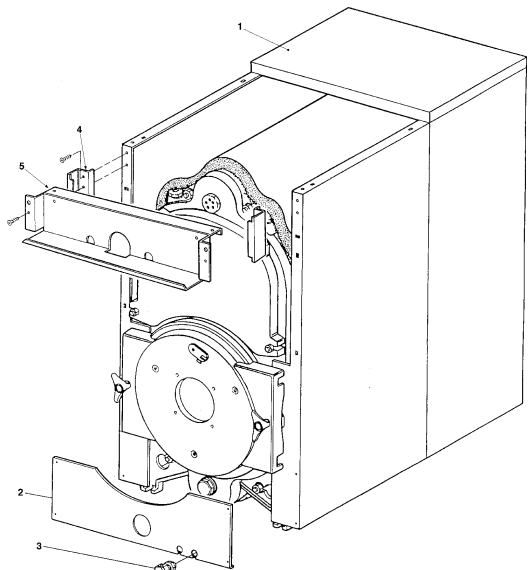

Рис. 16
4.13 (Рис. 16) Установить верхнюю панель 1 в зависимости от размеров котла. Приготовить нижнюю переднюю закрывающую панель 2, установив кабельную муфту 3 для кабеля горелки. Прикрепить угольник 4 рядом с двумя сторонами. Закрепить защитную коробку электропроводки 5 сбоку над угольником.